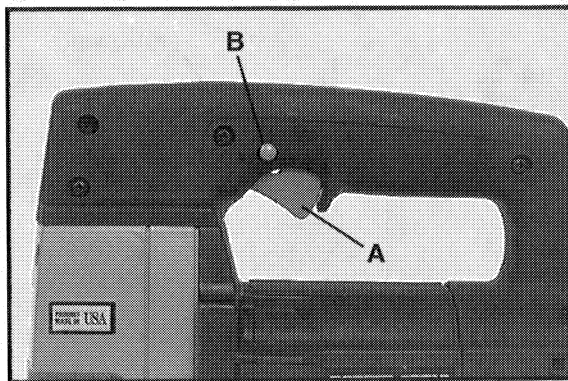

Fig. 5
2. Appuyer sur la gâchette, (A) Figure 5, pour mettre le moteur en marche. Relâcher la gâchette pour arrêter le moteur. Cette scie a un commutateur de régime variable. Plus on serre la gâchette, plus le régime de la lame augmente.
3. BOUTON DE VERROUILLAGE – Un bouton de verrouillage, (B) Figure 5, permet de maintenir la scie en marche au régime maximum sans avoir à appuyer continuellement sur la gâchette. Pour verrouiller la gâchette à plein régime, serrer la gâchette à fond, pousser le bouton de verrouillage et relâcher la gâchette.